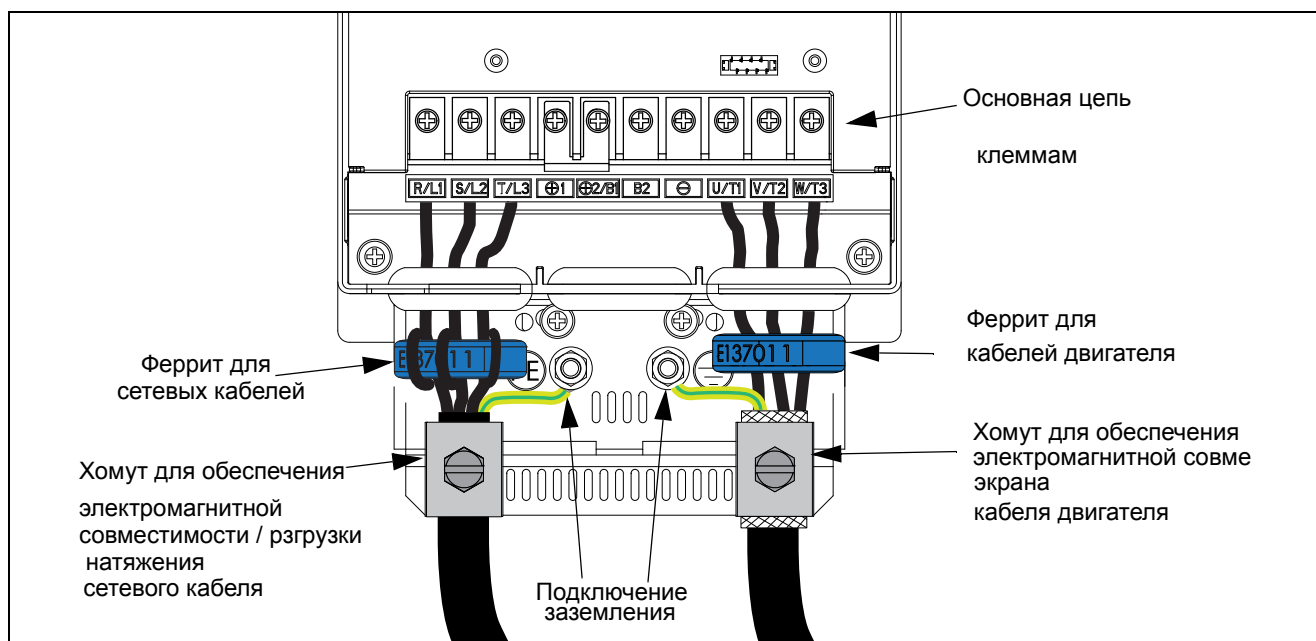

Рис. 17 Подключение кабелей двигателя и сетевого питания.
Подключите кабели двигателей по схеме U/T1 - U, V/ T2 - V & W/T3 - W, see Рис. 17.
Подключите кабели двигателя и сетевого питания в соответствии с Рис. 17. Закрепите кабели с помощью хомутов для обеспечения электромагнитной совместимости / разгрузки натяжения.
- Подключите экран кабеля двигателя к хомуту в соответствии с Рис. 17.